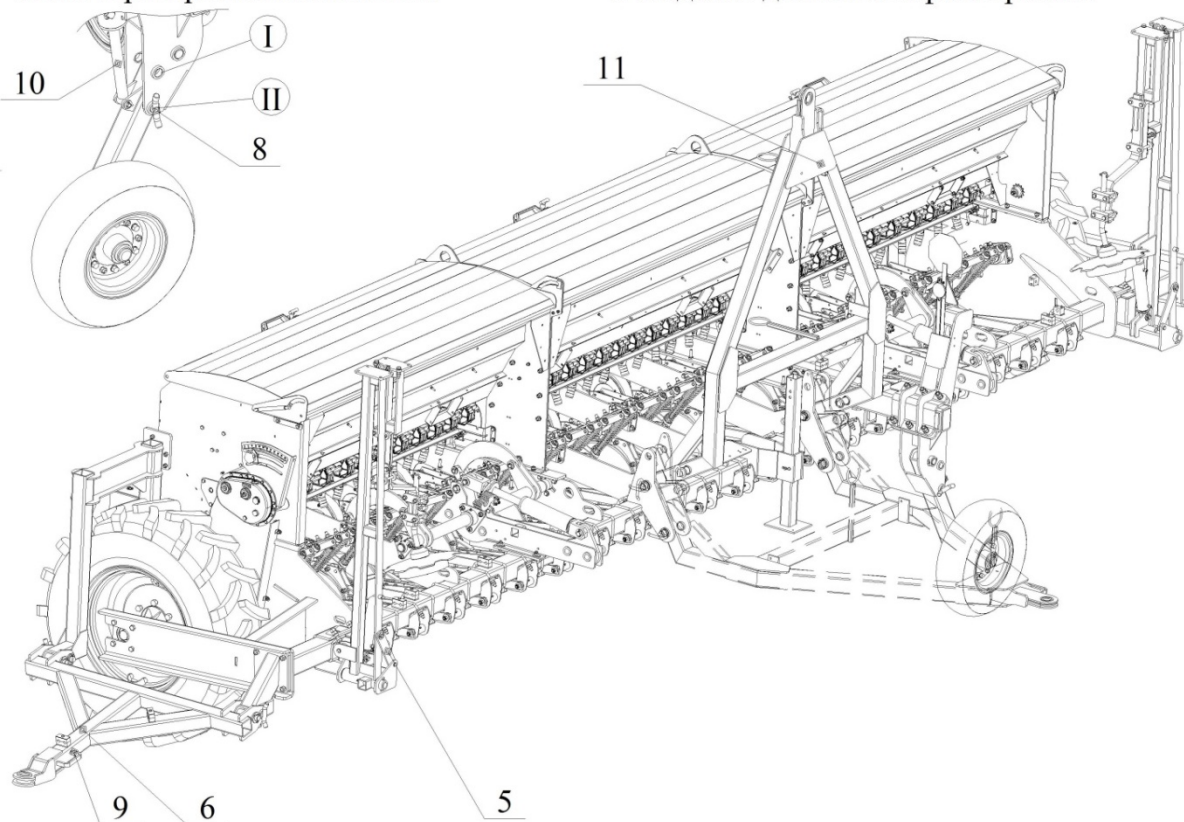

Рисунок 37. Перевод сеялки в транспортное положение.
- 1) Открутив 4 болтовых соединения в районе петли (7) сложить маркеры и зафиксировать их по стопорным отверстиям (8). Поднять маркеры и застопорить их фиксатором (5) (рис. 37).
- 2) Зафиксировать механизмы подъема секций (2 места) в транспортном положении фиксаторами (1).
- 3) Отсоединить гидравлические рукава, соединяющие сеялку с трактором. Зафиксировать их на дышле (6). Избегать попадания пыли и грязи на быстросъемные муфты.